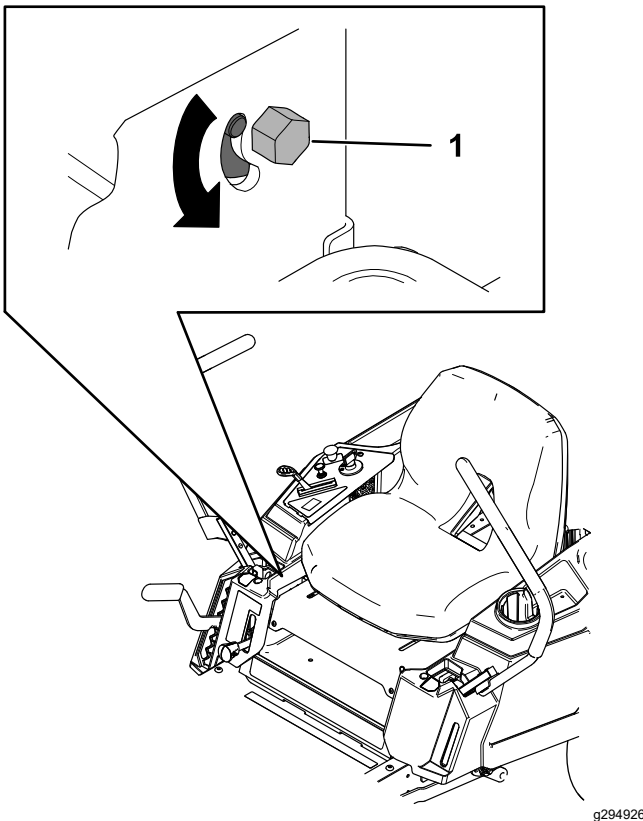

Figure 47
3. Localisez le boulon de réglage de la dérive près du levier de commande de déplacement du côté qui nécessite le réglage (Figure 47).